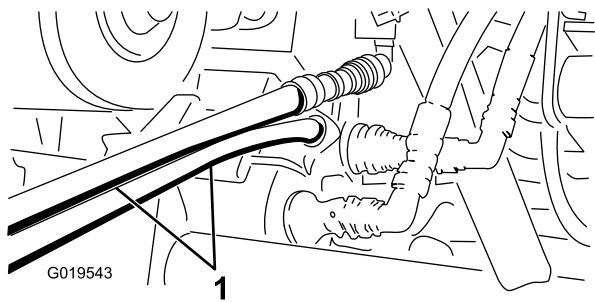

Figura 76
5. Na outra máquina, ligue as duas mangueiras ao acoplador que ainda se encontra no suporte de acoplamento (ligue a mangueira superior ao acoplador superior e a mangueira inferior ao acoplador inferior) (Figura 76).